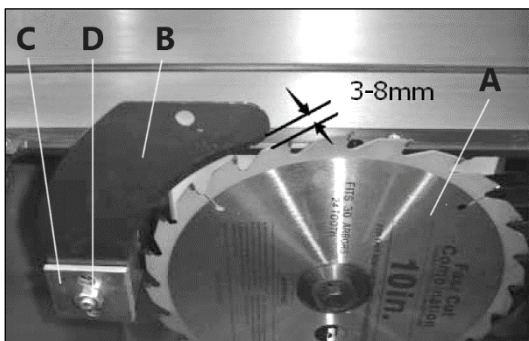

Рисунок 17.
Центральный болт **D** находится в горизонтальном пазу, поэтому расклинивающий нож можно передвигать ближе или дальше от пильного диска (рис. 17, 21, 22).
- Расположите расклинивающий нож на расстоянии примерно 3-8 мм (рис. 17) от ближайшего зуба пильного диска.